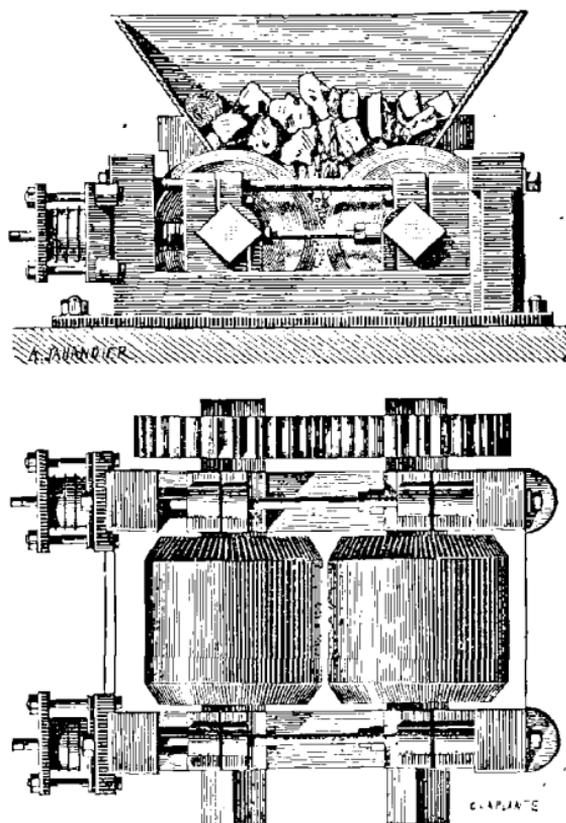

Fig. 3. Concassage du minerai.
- LE VERRIER. — **La métallurgie en France**, 1894, 1 vol. in-16, avec 66 fig. 3 fr. 50
TRAITEMENT MÉCANIQUE. — Il a pour but de séparer le plus possible la gangue. Pour cela on casse les gros morceaux de minerais avec de lourds marteaux mus mécaniquement (*bocardage*) (fig. 3), et l'on dispose le tout sur une aire